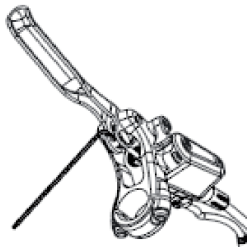

Figure 3-1 Méthode de réglage de la vis de réglage de la poignée
- ①Lorsque vous utilisez une clé hexagonale de 2 mm pour le réglage, tournez dans le sens des aiguilles d'une montre pour augmenter la distance de préhension (maximum d'environ 100 mm) et dans le sens inverse des aiguilles d'une montre (minimum d'environ 80 mm, comme indiqué sur la figure 3-1).
- ②Lorsque la distance de préhension est réglée au maximum en tournant dans le sens des aiguilles d'une montre (environ 100 mm), si la clé hexagonale de 2 mm est tournée à nouveau, le piston en aluminium de la poignée de frein se déplacera vers l'avant, ce qui rendra la poignée plus facile à appuyer (la force de freinage augmentera à ce moment-là), mais la fonction de remplissage automatique d'huile peut ne pas fonctionner.